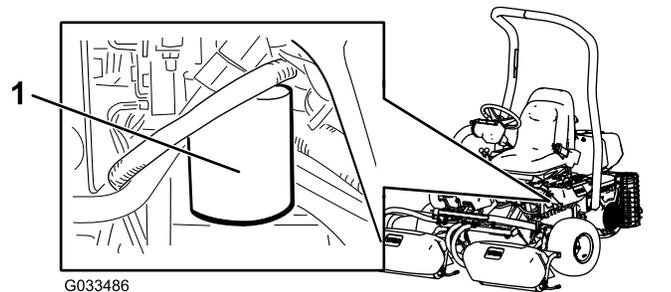

Рисунок 50
2. Отверните болты, которые крепят плоскую крышку к регулируемому подъемному цилиндру, от опорных кронштейнов ходовой части (Рисунок 50).
1. Очистите зону вокруг места крепления левого фильтра (Рисунок 50). Поместите поддон под фильтр, а затем снимите фильтр.